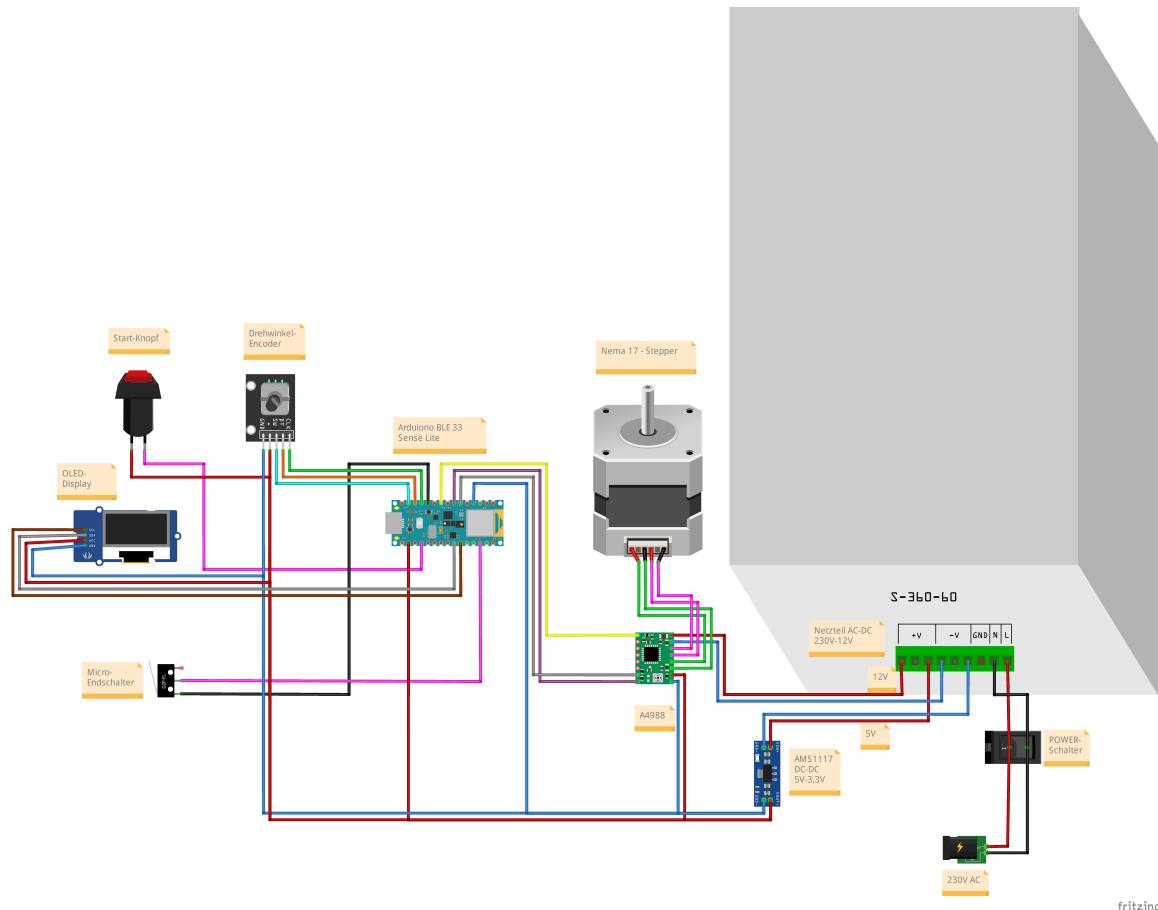

Abbildung 1.6: Schaltplan
Der Schaltplan zeigt die elektrische Verbindung der einzelnen Komponenten. Er ist in Abbildung 1.6 dargestellt.
1. Verbinden Sie die Leitungen gemäß dem Schaltplan (siehe Abbildung 1.6). Dieser Schritt sollte von einer Elektrofachkraft durchgeführt oder überprüft werden.